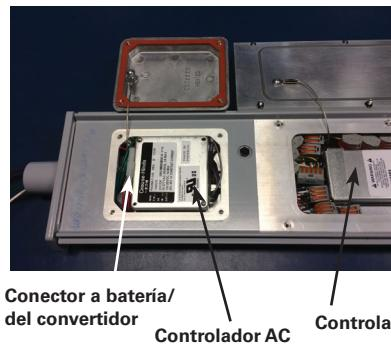

Imagen 19
- Desconecte los cables de entrada y salida del controlador AC antiguo (ver Imagen 19). **NOTA:** Los conectores se encuentran debajo de la cubierta del controlador EM.
- Retire los dos (2) tornillos que aseguran el controlador AC; retire el controlador AC antiguo.
- Afloje los diez (10) tornillos de la cubierta del controlador EM y abra la cubierta del controlador EM y permita que la cubierta cuelgue de los soportes (ver Imagen 19).
- Retire las dos (2) abrazaderas (dos tornillos por abrazadera) que aseguran el controlador EM; retire el controlador EM antiguo.
- Vuelva a instalar el nuevo controlador EM en la luminaria con los cables orientados hacia el controlador AC, asegurándose de que el controlador EM esté en contacto directo con la carcasa de la luminaria y no haya cables que estén siendo pinchados entre el controlador EM y la carcasa. Asegure con dos (2) abrazaderas (2 tornillos por abrazadera) y ajuste a 20 pulgadas-libras. (2.3 N-m).